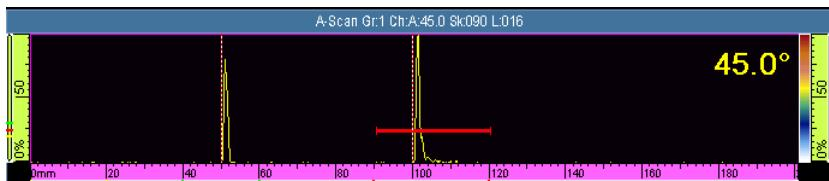

Рис. 5-4 Установка строба на втором сигнале
- Задайте значения **Начало** и **Ширина** для установки строба А на втором сигнале, таким же образом, как для первого сигнала (см. Рис. 5-4 на стр. 122).